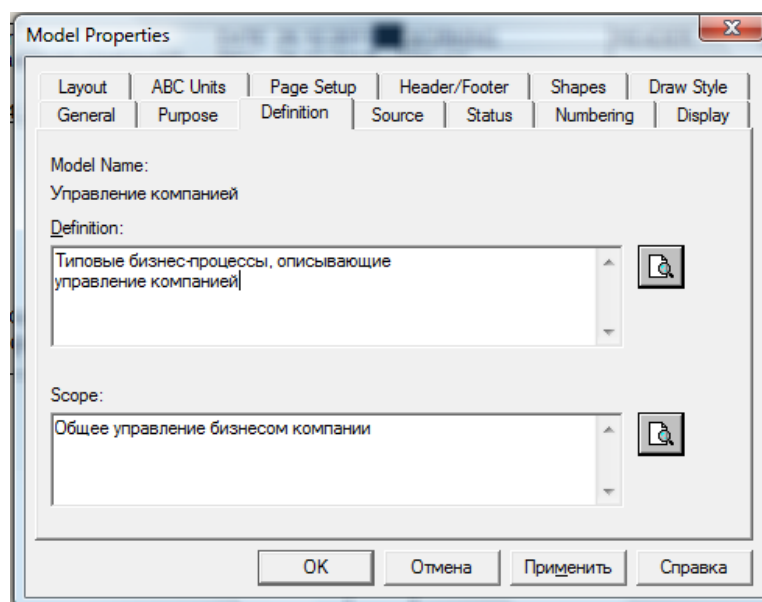

Рисунок 1.5 – Определение модели и ее области на вкладке «**Definition**» **Model Properties**
10. Во вкладке Definition диалогового окна Model Properties в текстовое поле Definition (Определение) внесите: «Типовые бизнес-процессы, описывающие управление компанией», а в текстовое поле Scope (охват) – «Общее управление бизнесом компании» (рисунок 1.5).